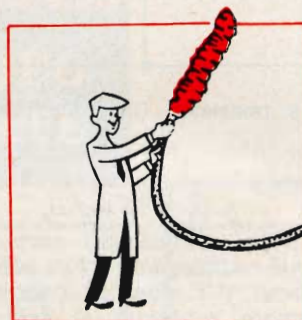

Fig. 4 - Procedimento per denudamento dei conduttori ricoperti da smalto o da altre materie isolanti mediante lo STRIP della G.B.C.
- asciugare il filo che è pronto per l'eventuale saldatura (fig. 4).